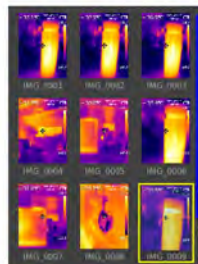

Fig. 27
3. Utilisez les boutons \langle et \rangle pour faire défiler la liste des images enregistrées, le cas échéant (Fig. 27).